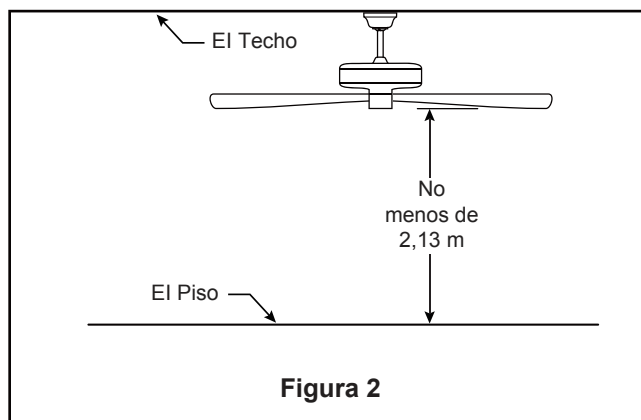

Figura 2
2. Instale y fije con firmeza todos los tornillos con arandelas planas inoxidable en la parte inferior de la palas, y luego fije los tornillos instalados anteriormente en la parte superior del motor. (Figura 2)
2. Retire el clip de horquilla y pasador de horquilla de la parte inferior de la bola para colgar. Retener el pasador y clip para la reinstalación en el paso 4. (Figura 2)
Debe colgar el ventilador a una distancia mínima de 2,13 m desde las aspas hasta el piso. (Figura 2)
Para evitar una posible descarga eléctrica, asegúrese de cortar la alimentación eléctrica de la caja de fusibles principal antes de alambrao el ventilador. (Figura 2)